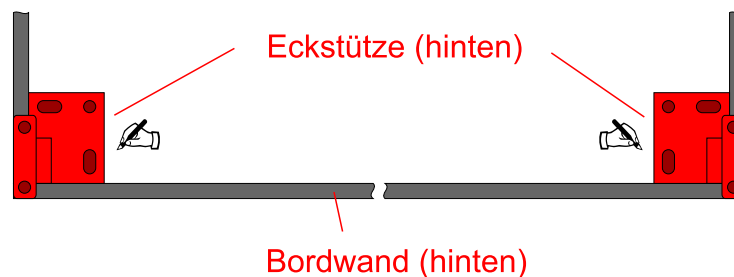

Bild 2
2. Ecksäulen (**ohne Bordwandhalterung**) an die hintere Bordwand anlehnen, zur seitlichen Bordwand ausrichten und die Bohrlöcher auf der Ladefläche kennzeichnen (Bild 2).